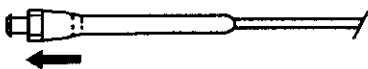

Fig. 1
- (Aplica si tiene Mecanismo Simp Loc) Mantenga inmóvil el catéter cerca del manguito de retención con una mano, agarre el manguito de retención por la parte del conectar y tire hacia atrás. (Fig. 1)